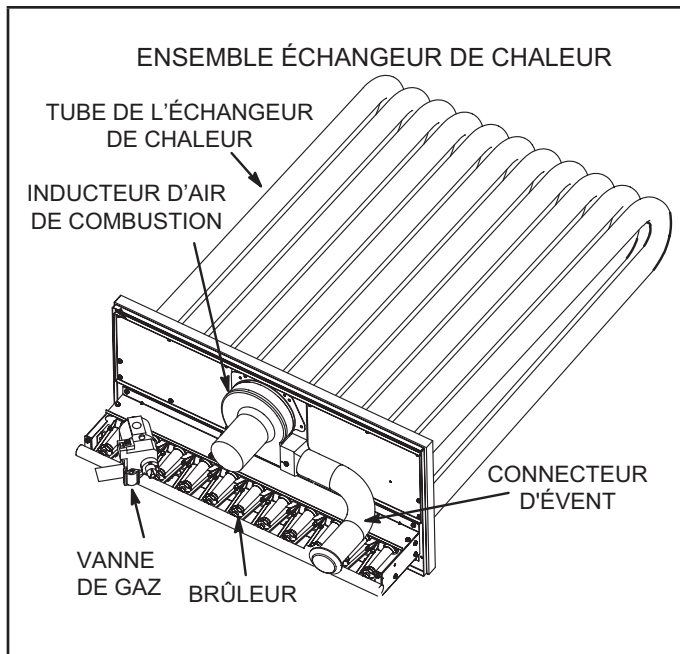

FIGURE 36
- 3 - Retirer et conserver les vis fixant l'inducteur d'air de combustion sur la boîte à feu. Retirer le connecteur d'évent. Voir FIGURE 36.